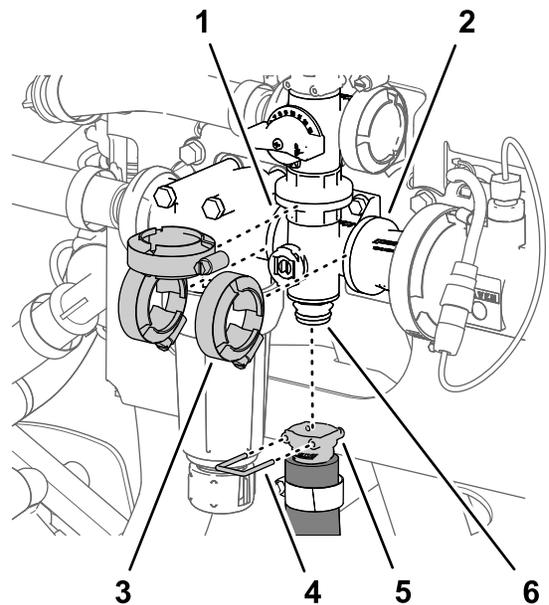
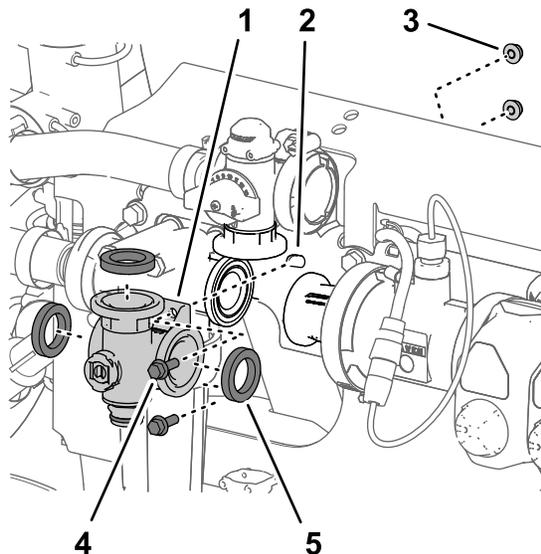

図 123
図 122
1. 攪拌バルブマニホールドのフランジ、ガスケット 3枚、攪拌バイパスバルブのフランジ、圧力フィルタのヘッド、カップリングアダプタを整列させる 図 122と 図 123。
2. 攪拌バルブマニホールドを、攪拌バイパスバルブ、圧力フィルタのヘッド、カップリングアダプタに仮止めする 図 123 攪拌マニホールドバルブの取り外し (ページ 74) で外したフランジクランプ3個を使用する。
5. フランジクランプ3個を手締めする 図 123。
6. 攪拌ホースのクイックコネクタカップラを、攪拌バルブマニホールドのクイックコネクタフィッティングに組み付けて、クイックコネクタピンで固定する 図 123。